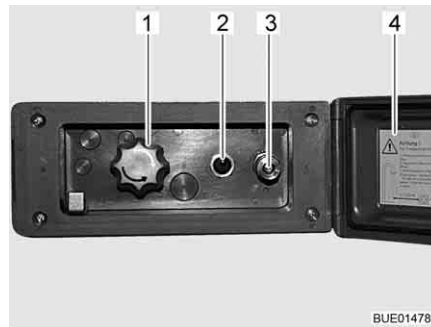

Bild 145 Duschanschluss außen
- Deckel (Bild 145,4) entriegeln und öffnen.
- Schlauch der Außendusche am Schnellverschluss (Bild 145,3) anschließen.
- Wasserpumpe mit Schalter (Bild 145,2) einschalten.
- Wassertemperatur mit Drehknopf (Bild 145,1) nach Wunsch einstellen.
- Wasserpumpe mit Schalter (Bild 145,2) ausschalten.
- Deckel (Bild 145,4) schließen und mit Schlüssel verriegeln.
- Drehknopf (Bild 145,1) auf Mittelstellung stellen.